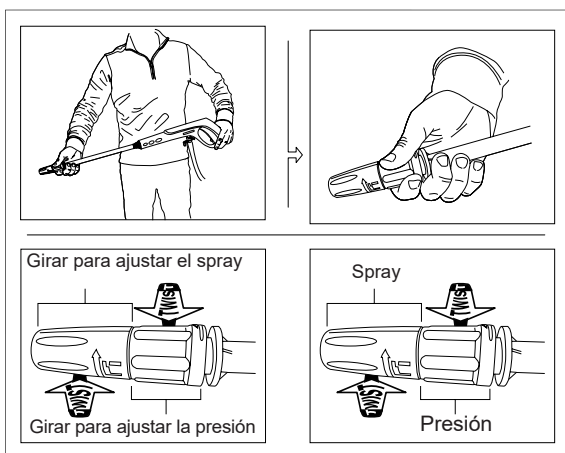

Fig. 21
- Use la lanza de boquilla alta / baja cuando limpie ventanas. Asegúrese de ajustar la boquilla a baja presión y colóquela a una distancia de aproximadamente cuatro a cinco pies de la ventana con la boquilla en un ángulo de cuarenta y cinco grados. Apriete el gatillo y varíe el patrón de rociado y el ángulo hasta lograr una eficiencia de limpieza óptima (Fig. 21).